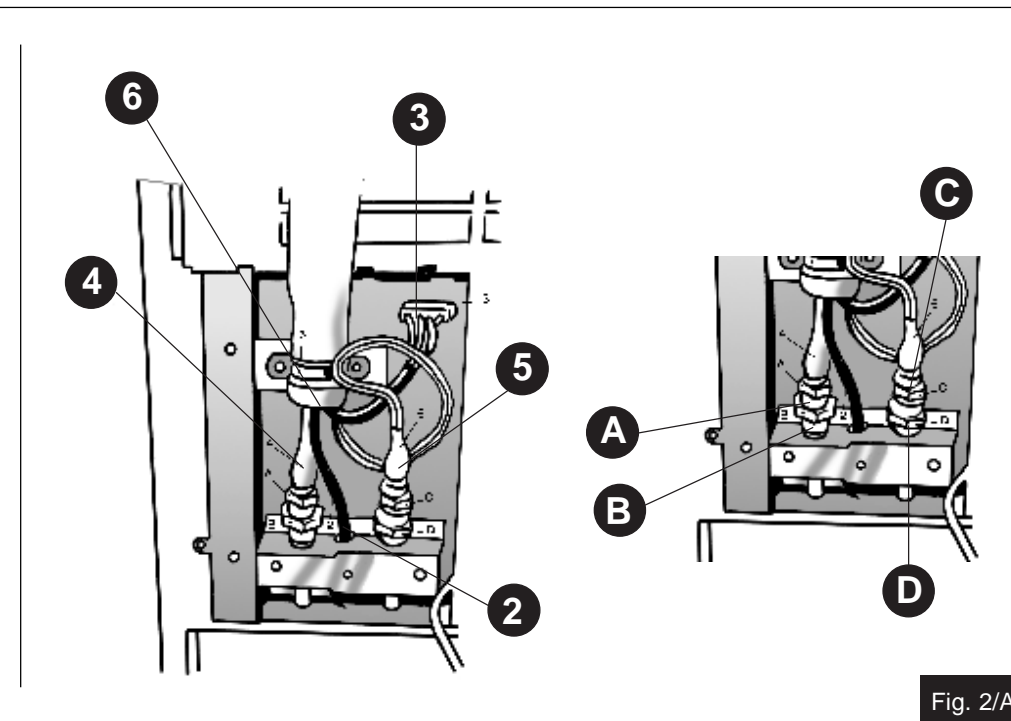

Fig. 2/A
1) Quitar el tornillo que fija la protección (1) a la parte trasera del climatizador.
2) Mover la protección (1) hacia la izquierda con un pequeño desplazamiento, luego sacarla de su alojamiento.
3) Separar del porta manguera (2), el tubo de conducción del agua de condensación.
4) Desconectar - ejerciendo presión sobre las leuguetas externas - el conector eléctrico (3).
5) Desatornillar los dos empalmes rápidos (4) y (5), actuando de la siguiente manera: durante la separación de los empalmes rápidos tener cuidado de que los mismos, mientras se aflojan, no se inclinen, causando la salida del gas de refrigeración. Respetar las normas de seguridad para las "operaciones con este tipo de gases".
- RACCORDO SINISTRO (4)
- Con una chiave da 19 mm tenere bloccata la parte fissa del raccordo femmina (Fig. 2 Part. A).
- Con una chiave da 24 mm svitare, ruotando in senso antiorario l'elemento mobile del raccordo femmina (Fig. 2 Part. B) sino al completo distacco.
- RACCORDO DESTRO (5)
- Con una chiave da 21 mm tenere bloccata la parte maschio del raccordo (Fig. 2 Part C) collegata alla linea flessibile.
- Con una chiave da 24 mm svitare girandola in senso orario, l'elemento mobile del raccordo femmina fissato alla macchina (Fig. 2 Part D) sino al completo distacco delle due parti.
6) Togliere la fascetta metallica (6) che fissa la linea flessibile svitando le 2 viti relative.
1) Imboccate la parte femmina del raccordo sulla parte maschio fissata alla macchina avvitando manualmente l'elemento mobile della parte femmina (Fig. 2 Part B) in senso orario. Completate l'operazione tenendo bloccata la parte fissa del raccordo femmina (Fig. 2 Part. A) con una chiave da 19 mm e avvitando l'elemento mobile in senso orario sino al completo serraggio.
2) Imboccate la parte maschio del raccordo (Fig. 2 Part C) nella parte femmina (Fig. 2 Part D) avvitando la stessa in senso antiorario. Completate l'operazione di avvitamento
- RACCORD DE GAUCHE (4)
- Bloquer la partie fixe du raccord femelle (Fig. 2, Détail A) au moyen d'une clé de 19 mm.
- Dévisser l'élément mobile du raccord femelle (Fig. 2, Détail B) en tournant avec une clé de 24 mm dans le sens contraire des aiguilles d'une montre jusqu'à ce qu'il se sépare complètement.
- RACCORD DE DROITE (5)
- Bloquer la partie mâle du raccord (Fig. 2, Détail C) reliée à la ligne flexible au moyen d'une clé de 21 mm.
- Dévisser l'élément mobile du raccord femelle fixé à la machine (Fig. 2, Détail D) en tournant avec une clé de 24 mm dans le sens des aiguilles d'une montre jusqu'à ce que les deux parties se séparent complètement.
6) Oter le collier métallique (6) qui fixe la ligne flexible après avoir dévissé ses 2 vis.
1) Enfiler la partie femelle du raccord sur la partie mâle fixée à la machine en vissant à la main l'élément mobile de la partie femelle (Fig. 2, Détail B) dans le sens des aiguilles d'une montre. Compléter l'opération en bloquant la partie fixe du raccord femelle (Fig. 2, Détail A) au moyen d'une clé de 19 mm et en vissant l'élément mobile dans le sens des aiguilles d'une montre jusqu'à ce qu'il soit complètement serré.
2) Enfiler la partie mâle du raccord (Fig. 2, Détail C) dans la partie femelle (Fig. 2, Détail D) et la visser dans le sens contraire des aiguilles d'une montre. Compléter le vissage en blo-
- LEFT COUPLING (4)
- Using a 24 mm spanner, loosen the moving female part of the coupling by turning anti-clockwise (Fig. 2 Part B) until it comes off.
- RIGHT COUPLING (5)
- Using a 21 mm spanner, hold the male part of the coupling connected to the flexible line still (Fig. 2 Part C).
- Using a 24 mm spanner, turn the moving female element of the coupling that is fixed to the unit clockwise to loosen (Fig. 2 Part D) until the two parts separate. 6) Remove the metal clamp (6) that attaches the flexible line by loosening the two screws.
1) Fit the female part of the coupling on the male part fixed to the unit, manually screwing in the moving element of the female part clockwise (Fig. 2 Part B). Complete the operation, keeping the fixed female part of the coupling still (Fig. 2 Part A) using a 19 mm spanner and turning the moving element clockwise until it is completely tightened.
2) Fit the male part of the coupling (Fig. 2 Part C) into the female part (Fig. 2 Part D) by turning the female part anti-clockwise. Complete the tightening operation, keeping the male part still using a 21 mm spanner and turning the moving element of the female part anti-clockwise using a 24 mm spanner until it is completely tightened.